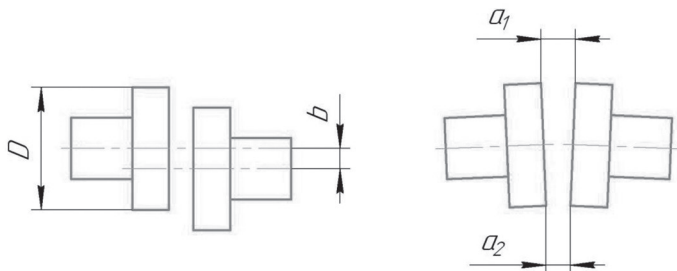

Рис.1.
5.2.3 Провести центрование валов насоса и двигателя (см. рисунок 1), предварительно сняв кожух муфты, и, при необходимости провести корректировку, регулируя положение двигателя.